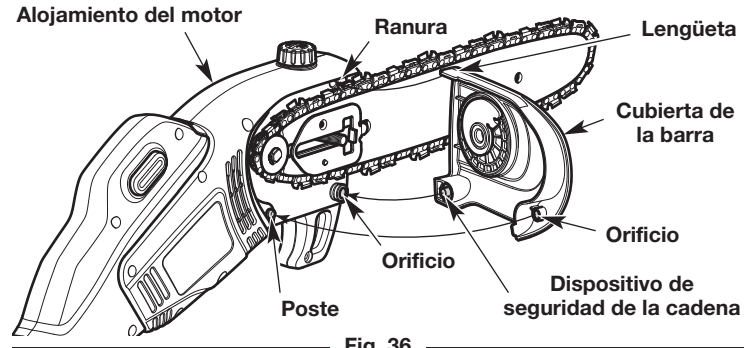

Fig. 36
6. Coloque la cubierta de la barra en la carcasa del motor. Asegúrese de que el dispositivo de seguridad de la cadena se asiente firmemente en el orificio de la carcasa del motor (Fig. 36). Asegúrese de que el poste del alojamiento del motor esté bien asentado en el orificio de la cubierta de la barra (Fig. 36). Asegúrese de que la lengüeta de la cubierta de la barra esté bien asentada en el alojamiento del motor (Fig. 36).